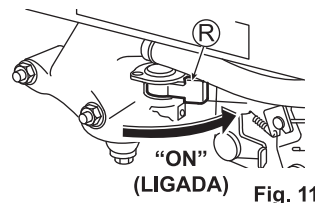

Fig. 11
2. Coloque a válvula de combustível (R) em "ON" (LIGADA). (Veja a fig. 11)